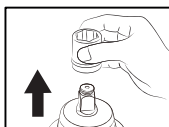

Abb. 9B
4. Um den Steckschlüsseleinsatz zu entfernen, ziehen Sie es von dem Vierkant-Antrieb ab. (Abb. 9B)